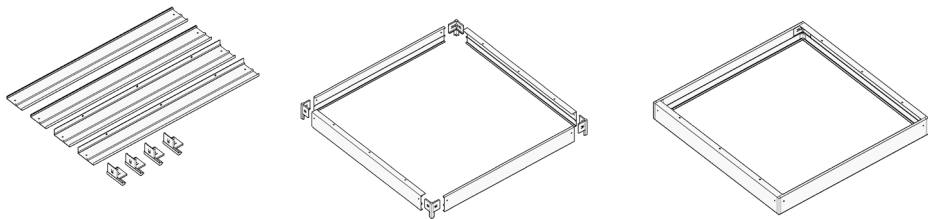

Рисунок 4 – Сборка рамки для накладного монтажа (арт.11201).
5.4.1. Распакуйте и соберите рамку для накладного монтажа (рис.4).